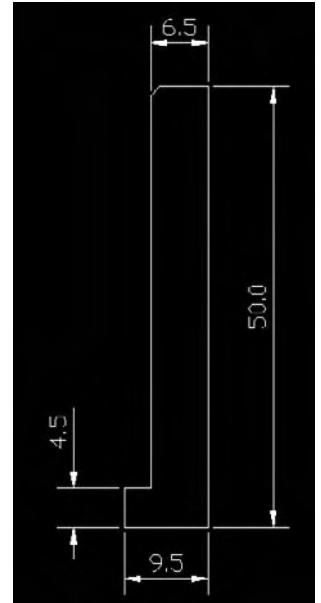

Fig.19.17
- 1 Tracez le contour de l'axe à l'aide d'une polyligne (fig.19.17).